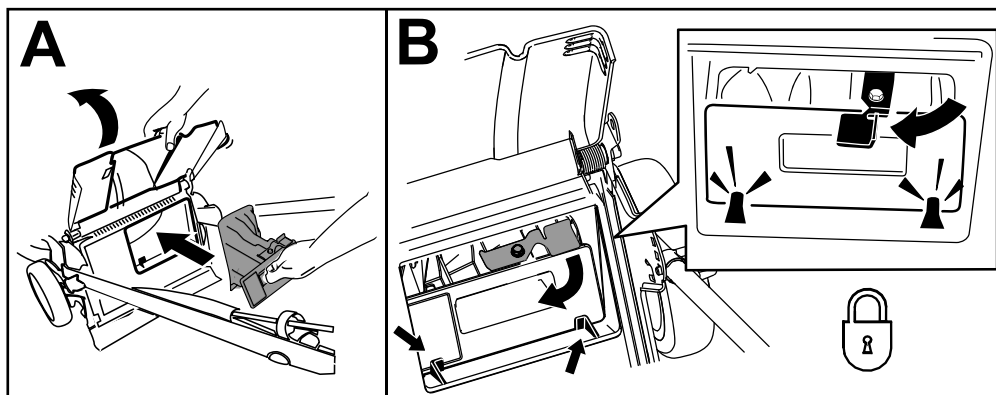

Figura 19
**Importante:** Verificate che il coperchio posteriore sia montato. Per bloccare il coperchio, sollevate il deflettore posteriore (Figura 19), spingete con decisione il coperchio finché non si inserisce con uno scatto dietro le linguette e ruotate la leva sul coperchio a sinistra (Figura 19).